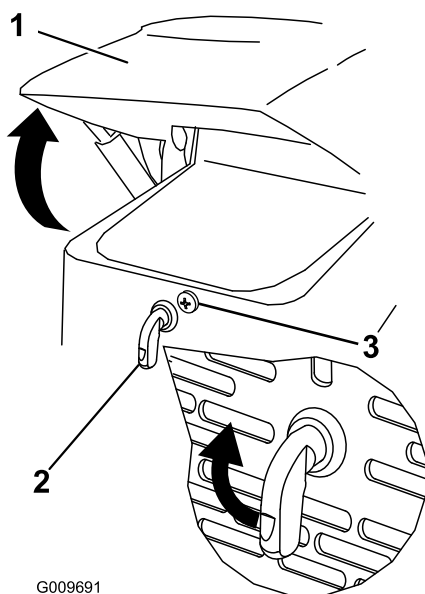

Figura 21
1. Afloje el tornillo de bloqueo del capó (Figura 21).
3. Apriete el tornillo de bloqueo del capó para bloquear el cierre (Figura 21).
2. Gire el cierre del capó en el sentido de las agujas del reloj (Figura 21).
3. Levante el capó (Figura 21).